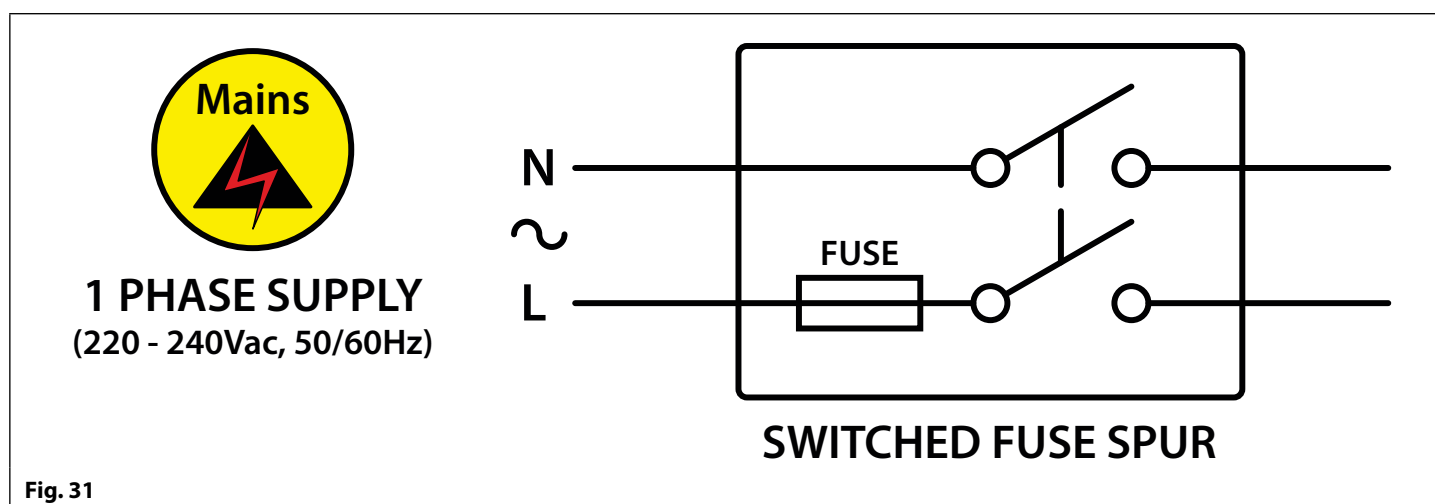

Fig. 31
- Sluit het systeem aan op het voedingsnet aan de hand van een circuitonderbreker (zie **Fig.31**) waarbij de contacten minstens 3mm gescheiden worden en alle polen gelijktijdig losgekoppeld worden.